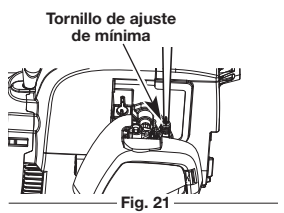

Fig. 21
La velocidad mínima del motor puede ser ajustada. Puede tener acceso al tornillo de ajuste de mínima a través de un orificio en la parte superior de la cubierta del motor (Fig. 21).
2. Suelte el gatillo del regulador y deje que el motor funcione en mínima. Si el motor se para, inserte un destornillador Phillips pequeño en el orificio de la cubierta del motor (Fig. 21). Gire el tornillo de mínima hacia adentro, en sentido horario, de a 1/8 de vuelta por vez (según sea necesario) hasta que el motor funcione en mínima suavemente.